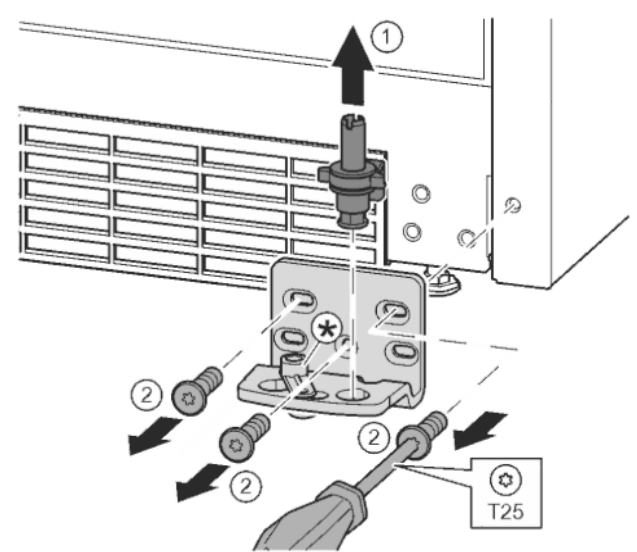

Fig. 10
- ▶ Sortir complètement par le haut l'axe de palier. Fig. 10 (1)
- ▶ Desserrer les vis avec le tournevis T25 et enlever le support de palier. Fig. 10 (2)